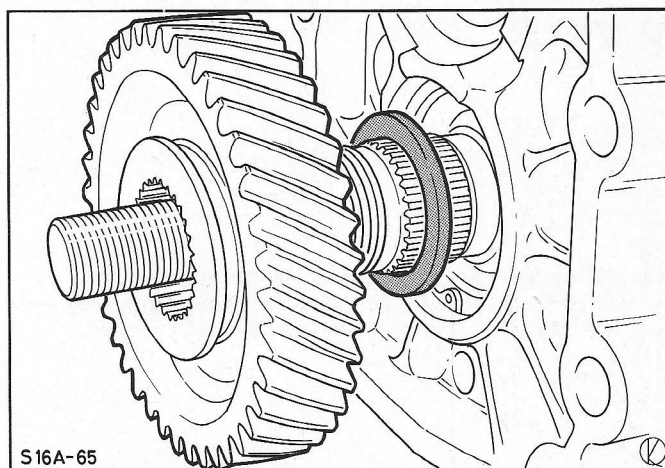
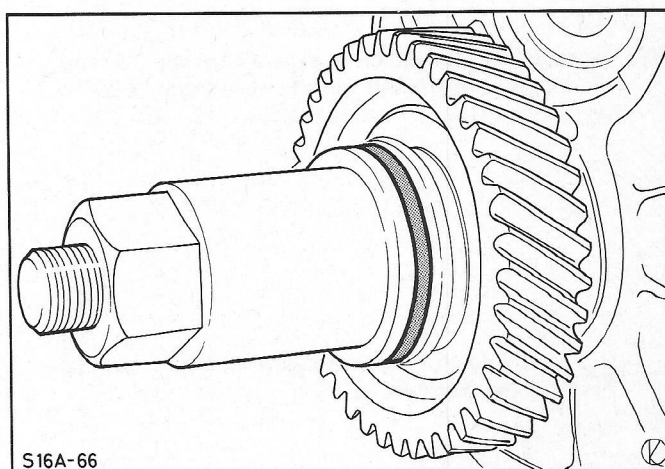

Fig. 28 5e-Versnellingsstandwiel met vulring op secundaire tandwielgroep aanbrengen.
Fig. 29 5e-Versnellingsstandwiel met speciaal gereedschap op secundaire as aanbrengen.
49. Breng speciaal gereedschap 16-033 aan in de secundaire tandwielgroep. Schuif hierbij de as uit de tandwielgroep. Breng de vulring (met groef naar het huis gekeerd) en het tandwiel aan, fig. 28. Zet het speciale gereedschap aan de vliegwielzijde vast. Breng het 5e-versnellingsstandwiel aan op de secundaire tandwielgroep, fig. 29. Borg het tandwiel met ring en moer. Schakel hiervoor 2 versnellingen in (niet de 4e versnelling).